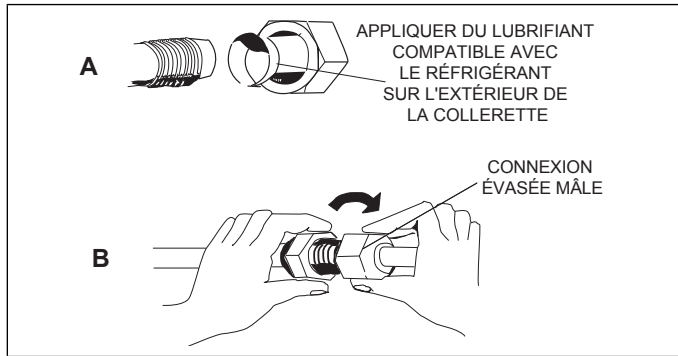

Figure 35. Réalisation des connexions mâles-femelles
15. Aligner les conduites de réfrigérant évasées sur les connexions filetées. Commencer par serrer légèrement les écrous évasés pour assurer qu'ils s'engagent correctement comme illustré à la « Figure 35. Réalisation des connexions mâles-femelles ».